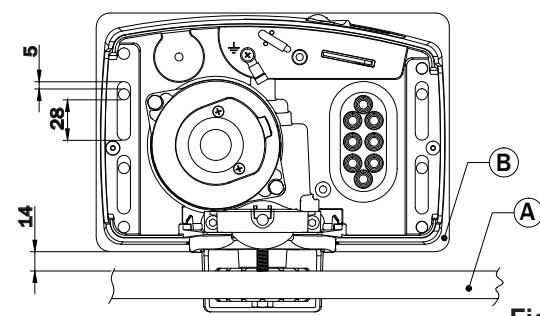
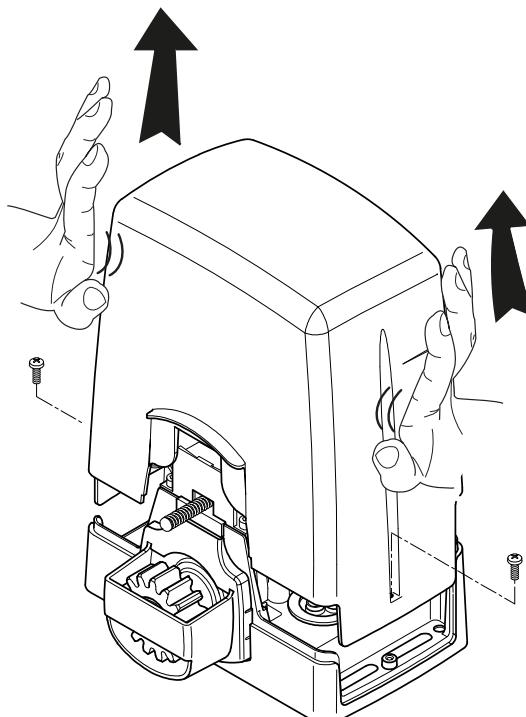
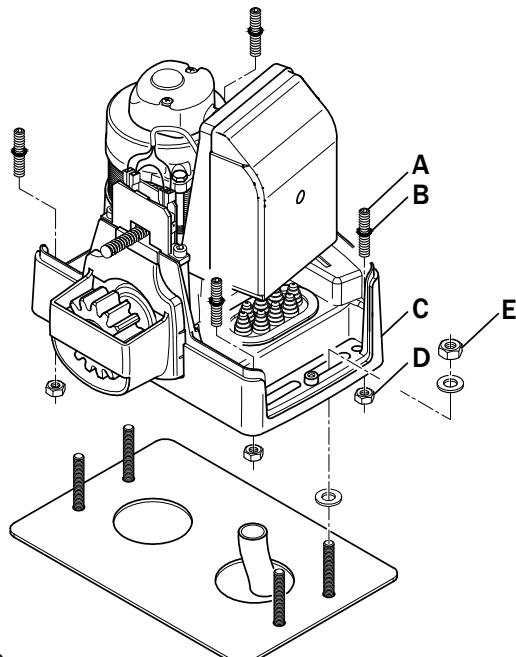

Fig. 2
Fig. 1
Fig. 2
- Inserire gli O-Ring (B) sulle viti M8x40 (A). Inserire le viti agli angoli del motoriduttore (C) e bloccarle con i dadi M8 (D).
- Posizionare l' M30 sui 4 tiranti, come indicato in fig. 2. Se necessario, svitare i dadi della piastra di fondazione.
- Stringere i dadi M8 (E).
- Undo the screws of the cover and remove the lid by lifting up as shown in fig. 1. Check that the six adjuster feet do not protrude from the base of the gearmotor.
- Put the O-ring (B) onto each screws M8x40 (A). Insert the screws in the gearmotor corners (C) and secure them with the nuts M8 (D).
- Fit the M30 on the 4 anchor bolt, as shown in fig. 2. If necessary, undo the nuts on the foundation plate.
- Fit the nuts M8 (E).
- Die Schrauben des Deckels ausschrauben und diesen nach oben abnehmen, wie in Abb. 1 gezeigt. Prüfen, ob die sechs Stellfüße nicht aus der Basis des Getriebemotors herausragen.
- Versehen Sie die Schrauben M8x40 (A) mit O-Ringen (B). Stecken Sie die Schrauben an den Ecken des Getriebemotor (C) und schrauben Sie die Muttern M8 (D).
- Dévisser les vis du couvercle et le retirer en tirant vers le haut, comme indiqué dans la fig. 1. Vérifier que les six pieds de réglage ne dépassent pas de la base du motoréducteur.
- Insérer les joints O-Ring (B) sur les vis M8x40 (A). Insérer les vis dans les angles du moteur réducteur (C) et les bloquer avec les écrous M8 (D).
- Desenrosque los tornillos de la tapa y quitela extrayéndola hacia arriba, como se indica en la fig. 1. Compruebe que las seis patas de ajuste no sobresalgan de la base del motorreductor.
- Colocar la juntas tóricas (B) en los tornillos M8x40 (A). Insertar los tornillos en las esquinas del motor (C) y asegurarlos con tuercas M8 (D).
- Desenrosque os parafusos da tampa e retire-a puxando para cima, conforme indicado na fig. 1. Controle que os seis pés de nivelamento não saiam da base do moto-reduutor.
- Introduzir as juntas circulares (B) em los parafusos M8x40 (A). Introduzir os parafusos nos cantos do motorredutor (C) e prendê-los com as porcas M8 (D).
- Posicione o M30 nos 4 tirantes, conforme indicado na fig. 2. Se necessário, desenrosque as porcas da chapa de base.
- Apertar as porcas M8 (E).